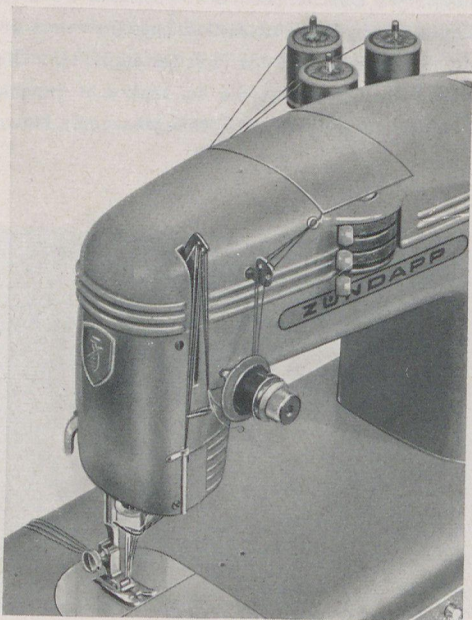

BILD 71
Zum Nähen mit der Drillingsnadel müssen Sie für die dritte Fadenspule den Garnrollenhalter (601) wie Bild 71 zeigt, aufstecken. Sie können nun unter Verwendung von andersfarbigem Garn für jede Naht hübsche Zierstiche nähen. Es ist jedoch beim Drei-Nadel-Nähen zu beachten, daß *unter keinen Umständen Zick-Zack-Stiche* genäht werden dürfen.